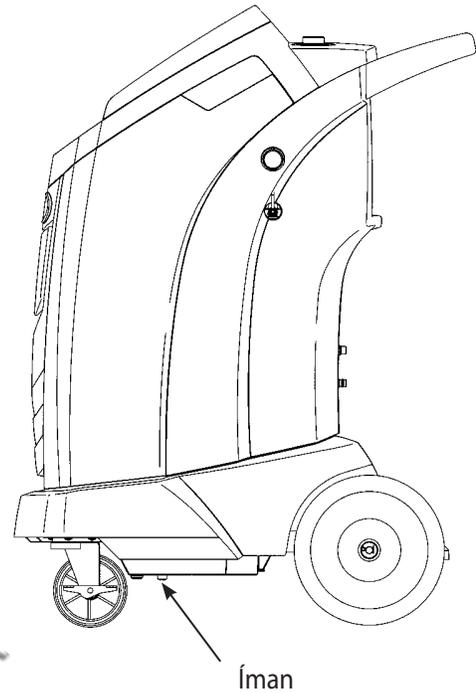

Figura 13
1. Consulte a Figura 13 e verifique se o íman no fundo da máquina está limpo.